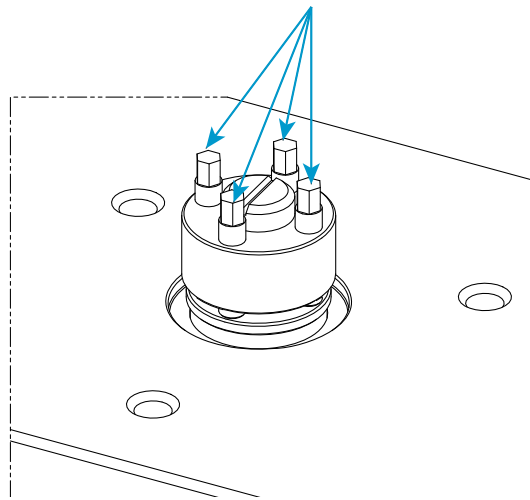

Figure 26. Assemblage du tendeur mécanique
11. Utilisez la clé dynamométrique (80-9-11) avec le connecteur à six pans creux de 5 mm (67-4-29) correspondant fourni dans le kit du tendeur mécanique pour serrer les quatre vis de pression Figure 26 sur le tendeur mécanique jusqu'à 14 N·m (10,3 ft·lb) selon la procédure suivante :